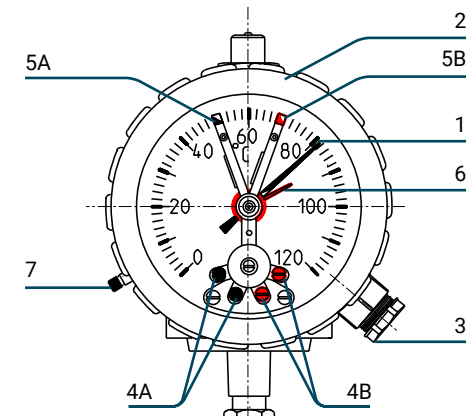
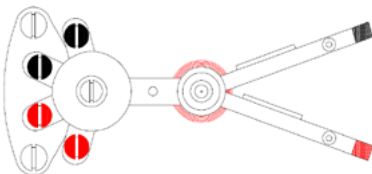

Abbildung 1
Abbildung 2
Der Max.-Zeiger (Abb. 1/6) wird durch den Zeiger betätigt und hält den maximalen Messwert der Temperaturmessung fest. Der Maximalzeiger kann mit dem Drehknopf (Abb. 1/7) zurückgestellt werden.
1. Schrauben Sie den Sicherungsring ab, der das Zifferblatt fixiert (Abb. 1/2)
2. Das Zifferblatt abnehmen, um an die Kontakte heranzukommen (Abb. 1/4)
3. Die Kabel durch die Kabelverschraubung (Abb. 1/3) führen und wie auf Abb. 2 angegeben anschließen
4. Um die Kontakte einzustellen, bewegen Sie die Zeiger (Abb. 1/5) und stellen Sie sie auf die gewünschte Temperatur ein. .
5. Setzen Sie das Schutzglas bzw. die Abdeckung aus Polycarbonat mit der zugehörigen Dichtung wieder auf, dabei darauf achten, dass sich der Max.-Zeiger (Abb. 1/6) rechts vom Hauptzeiger (Abb. 1/1) befindet.
6. Befestigen Sie den Schutz wieder mit dem Sicherungsring (Abb. 1/2).
Es ist möglich, den Maximalzeiger (Abb. 1/6) durch Drehen des Rädchens in Abb. 1/7 neu zu positionieren.
Das Rad (Abb. 1/7) darf nicht gedrückt bzw. geschoben werden, sondern nur gedreht werden.